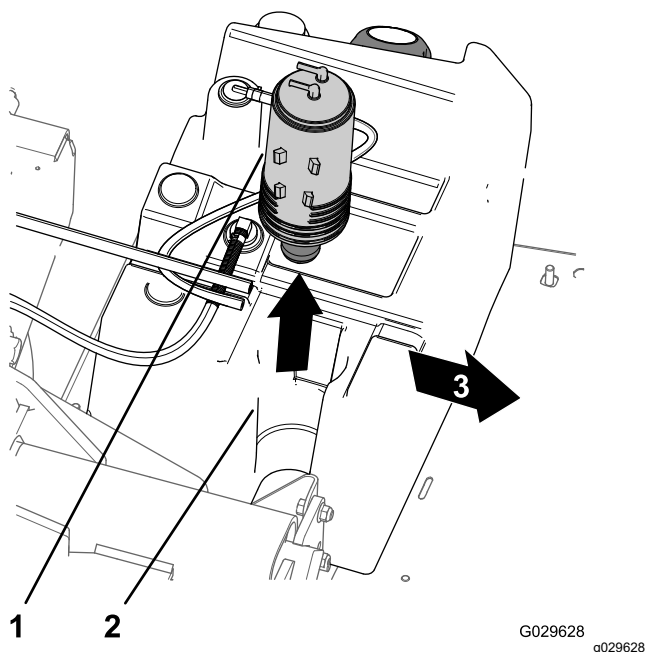

Figura 45
3. Sollevate il canister a carboni attivi dal relativo supporto nel serbatoio del carburante (Figura 45).
7. Inserite il nuovo canister a carboni attivi nel relativo supporto del serbatoio del carburante, con i raccordi di spurgo e del serbatoio del carburante allineati verso la parte posteriore (Figura 45).